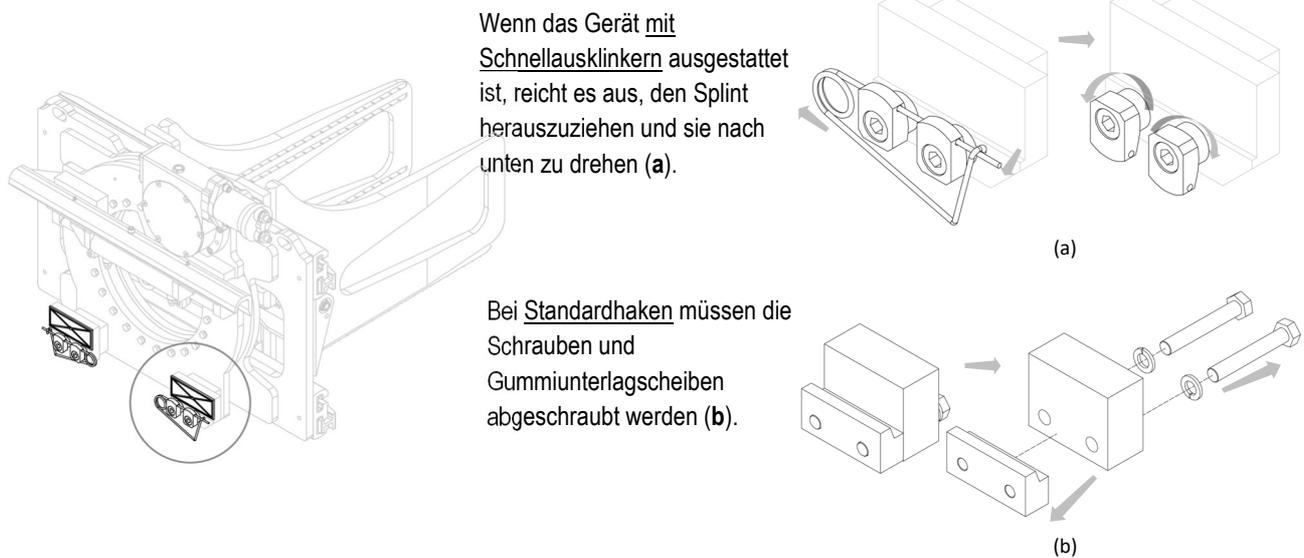

Abbildung 7
5. Entfernen Sie die unteren Haken aus dem Gerät und schmieren Sie die Gleitstangen (siehe *Abbildung 7*).